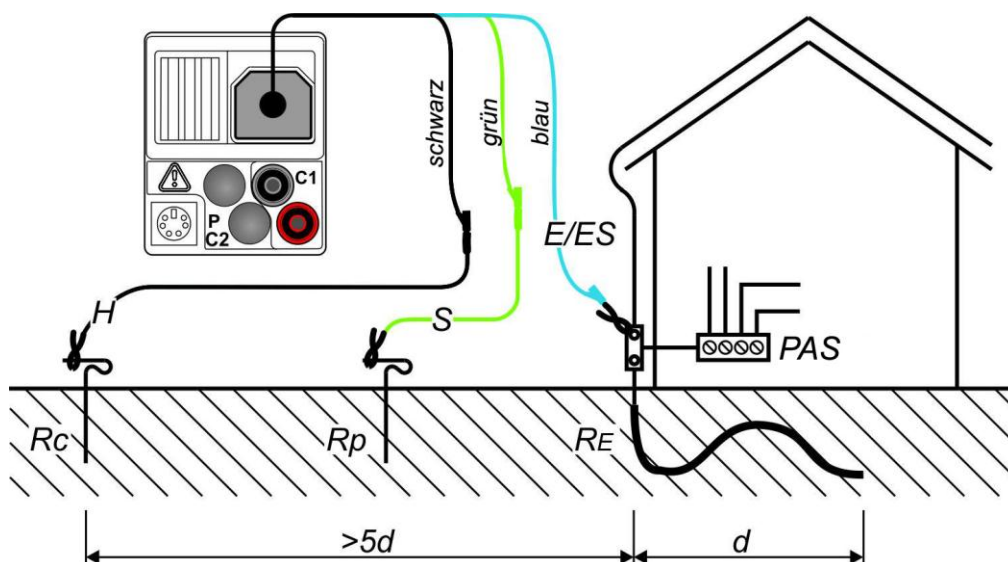

Abbildung 5.33: Anschluss des optionalen Erdungsset (044113) - Messung der Haupterdung
- ❑ Die Sonden müssen in ausreichendem Abstand vom Prüfobjekt platziert werden. Der Abstand zwischen dem Erder (E/ES) und der Sonde (H) soll mindestens 5-mal größer sein als die Tiefe oder Länge des Erders (siehe Abb. 5.33 und 5.34).